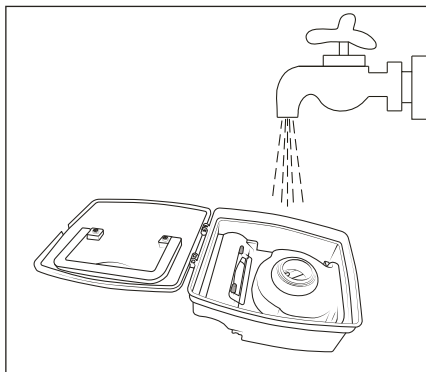

Bild 10
- 5) Rengör dammbehållaren **12** med kallt eller ljummet vatten (se bild 10). Låt dammbehållaren **12** lufttorka tills den är helt torr innan du sätter in den i produkten igen.